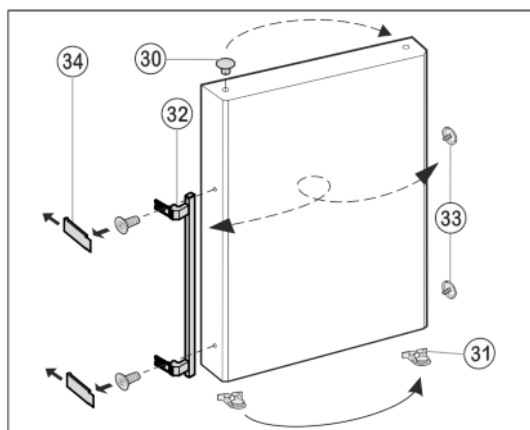

Fig. 10
- ▶ Zátky Fig. 10 (30) vyjměte z pouzdra ložisek dvířek a přemístěte je.
- ▶ Madlo dveří Fig. 10 (32), zátky Fig. 10 (33) a krycí destičky\* Fig. 10 (34) odmontujte a přemontujte na protější stranu.